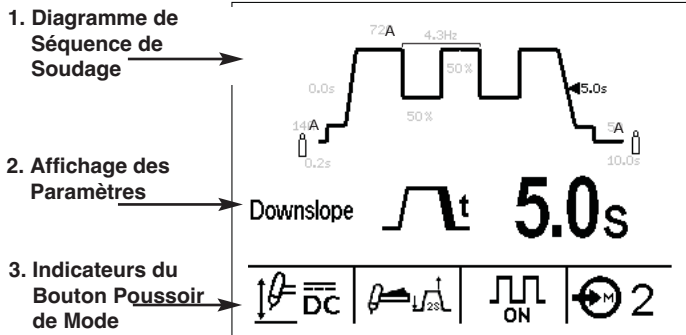

Figure B.4
L’écran d’affichage Dynamique se divise en plusieurs sections (Se reporter à la Figure B.4):
- TIG (Voir la Figure B.4.b)